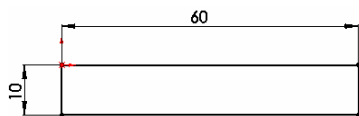

图 5-84 绘制的草图
- ❶ 设置基准面。在左侧的“FeatureManager 设计树”中用鼠标选择“前视基准面”作为绘制图形的基准面。
- ❷ 绘制草图。选择菜单栏中的“工具”→“草图绘制实体”→“矩形”命令，以原点为一角点绘制一个矩形并标注尺寸，结果如图 5-84 所示。